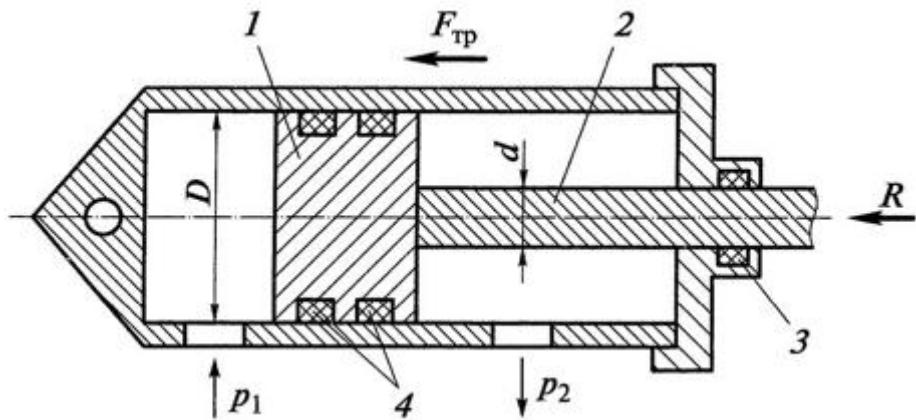

Рис. 2
- 3.** Определить давление масла p_1 , подводимого в поршневую полость гидроцилиндра, если избыточное давление в штоковой полости p_2 , усилие в штоке R , сила трения в подвижных сочленениях $F_{mp} = 1,1 \text{ кН}$, диаметр поршня $D = 125 \text{ мм}$, диаметр штока $d = 70 \text{ мм}$ (рис. 2).